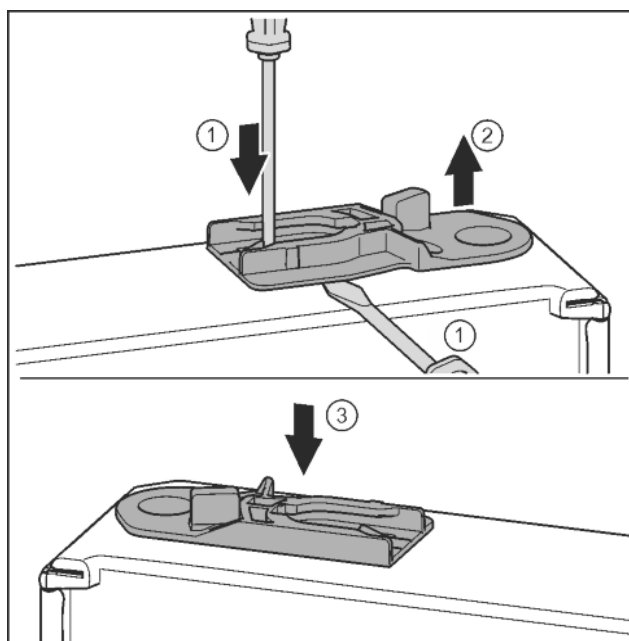

Fig. 32
- ▶ Wyjąć tuleję prowadzącą: Nakładkę wcisnąć przy pomocy śrubokręta i jednocześnie przesunąć śrubokrętem po tuleję prowadzącą. *Fig. 32 (1, 2)*
- ▶ Tuleję prowadzącą, objętą zakresem dostawy wsunąć po drugiej stronie obudowy. *Fig. 32 (3)*